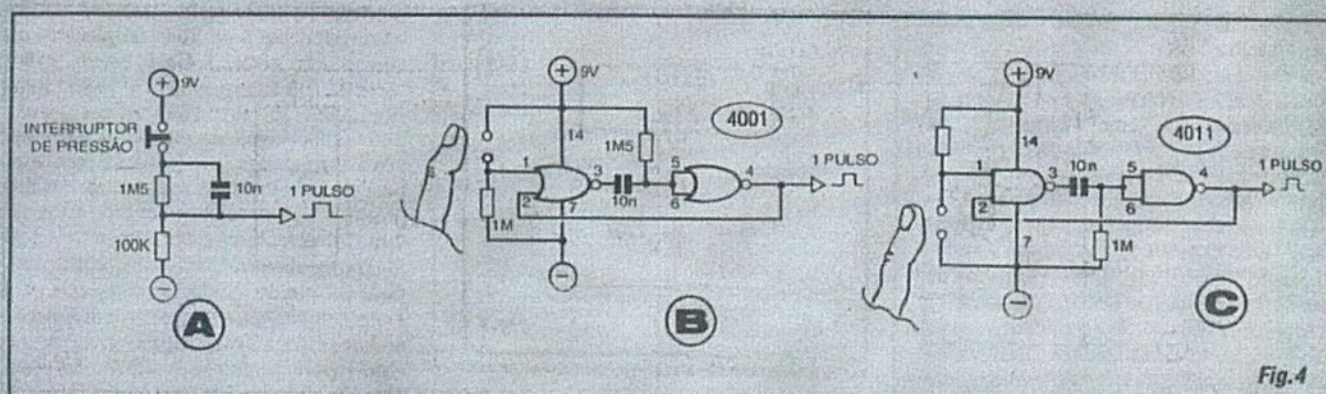

Fig. 4
- FIG. 4-A - GERADOR "PASSIVO" DE PULSO INDIVIDUAL... - Sem nenhum componente ativo, o arranjo pode gerar pulsos individuais (um pulso a cada pressão sobre o push-button N.A.) capazes de excitar "manualmente" a Entrada de um 4017...
- FIG. 4-B - MONOESTÁVEL COM GATES NOR - Dois gates NOR, dois resistores e um capacitor, formam um gerador de pulso individual bastante prático... A cada toque do dedo sobre o par de sensores (que pode, se preferido, ser substituído por um simples interruptor de pressão N.A.), um pulso (cuja "largura" é dependente dos valores do resistor/capacitor entre os pinos 3 e 5-6...) é enviado à Entrada de um 4017...
- FIG. 4-C - MONOESTÁVEL COM GATES NAND - Agora com dois gates NAND, outro gerador de pulso individual bastante prático, de toque (ou com push-button N.A., que pode substituir os contatos específicos...), valendo as mesmas considerações feitas para o MONOESTÁVEL COM GATES NOR... Nos casos 4-A, 4-B e 4-C, através do conveniente dimensionamento da largura dos pulsos gerados (sempre dependente dos valores dos resistores/capacitores mencionados...), estes podem ser facilmente adequados a qualquer parâmetro prático requerido pela aplicação...